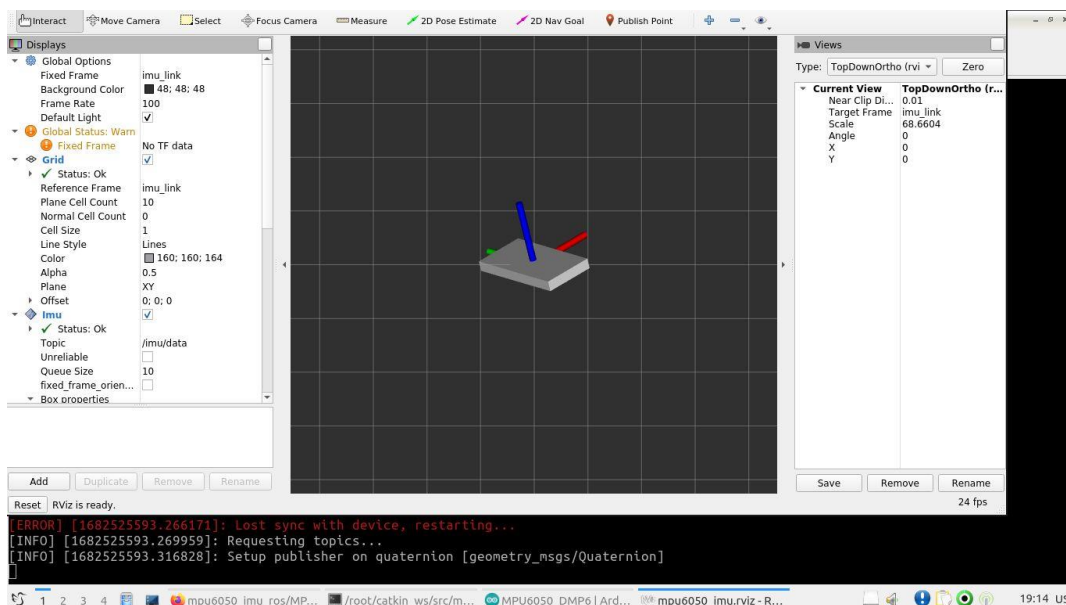

Рис. 7. Візуалізація поточного положення, визначеного акселерометром-гіроскопом MPU6050, в Rviz
15. У запущеному Rviz перевірити реакцію на переміщення модуля з MPU6050 (рис. 7).